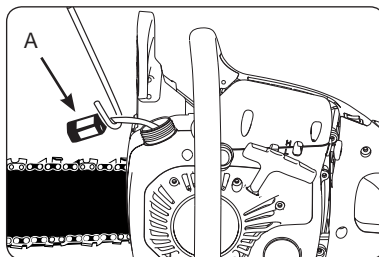

Abb. 19
4. Ziehen Sie den Filter (A) aus dem Tank heraus (Abb.19).